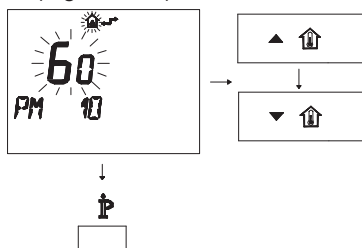

Figura 5.53
- Per modificare il SET programmato agire sui pulsanti **▲** **↑** o **▼** **↓** e aspettare che il numero programmato cominci a lampeggiare (Figura 5.53).